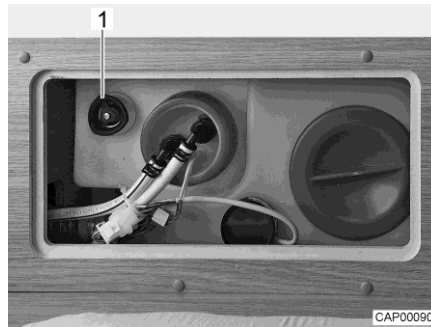

Bild 64 Wassertank mit Drehgriff
- Auf dem Wassertank den Drehgriff (Bild 64,1) entgegen dem Uhrzeigersinn über den Widerstand hinaus bis zum Anschlag drehen, um die Ablauföffnung vollständig zu öffnen.